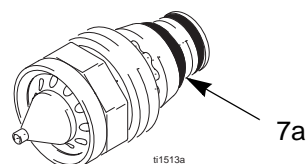

Fig. 8. Anello di tenuta conduttivo dell'ugello
5. Assicurarsi che il contatto di metallo (C) nella barra, l'anello di contatto dell'ugello (7a, FIG. 8.), ed il contatto dell'elettrodo (E) siano puliti e non danneggiati.